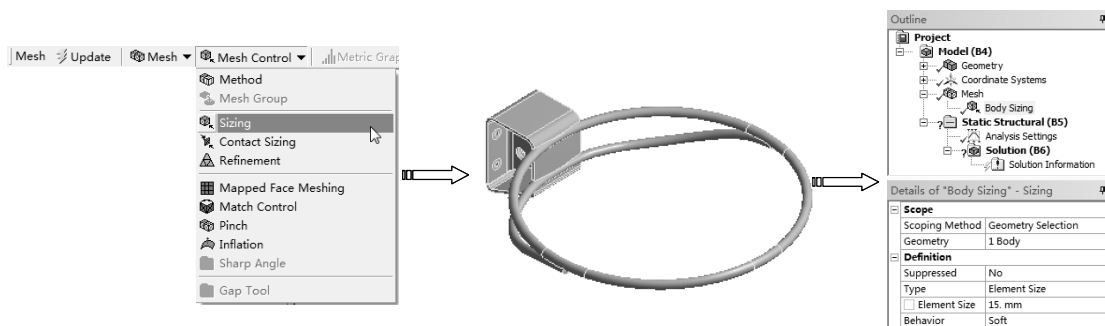

图 7-25 选择实体并设置网格尺寸
1) 在【Outline (分析树)】中选择【Mesh】节点，单击【Mesh】工具栏上的【Mesh Control (网格控制)】|【sizing (尺寸)】命令，单击【图形】工具栏上的选择模式下的【Box Select (框选)】按钮 ，然后再单击【Body (选择体)】按钮 ，在【Details of “Body Sizing” Sizing】列表中单击【Scope】选项下的【Scoping Method】项，框选所有实体，单击【Geometry】项中的【Apply】按钮完成，在【Element Size】文本框中输入 15mm，如图 7-25 所示。